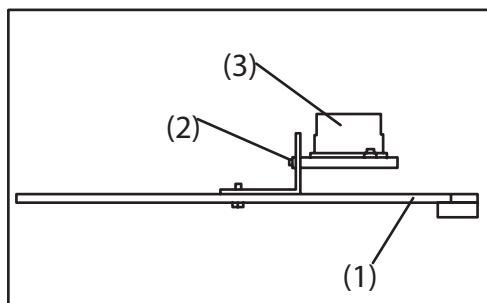
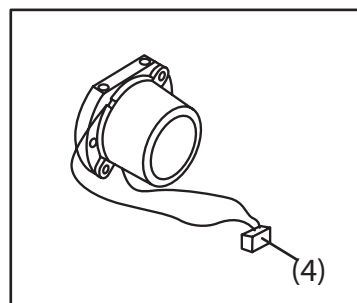

Figura 18.
Figura 19.
- Abra la placa inferior (1) con un destornillador, afloje el tornillo (2) para retirar la lámpara LED (3) (Figura 18) y desconecte el conector (4) de la placa de pruebas. Instale la nueva lámpara LED, apriete el tornillo (2) e inserte completamente el conector (4) (Figura 19) en la placa de pruebas.